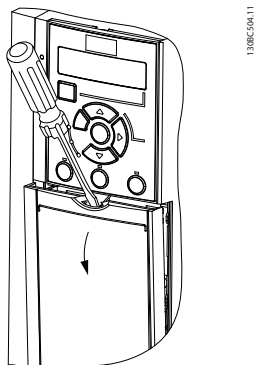

Рисунок 4.4 Доступ к подключению элементов управления
- Снимите крышку с помощью отвертки. См. *Рисунок 4.4*.